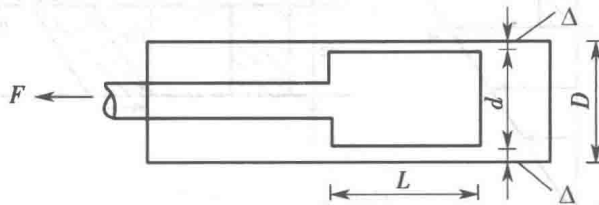

图 1-2 例题配图
**【例 1-1】** 某一油缸内的活塞直径  $d=11.96\text{ cm}$ , 油缸内径  $D=12.00\text{ cm}$ , 如图 1-2 所示, 油缸侧壁与活塞的间隙中充满润滑油, 其动力黏度  $\eta=0.065\text{ Pa}\cdot\text{s}$ ,  $l=20\text{ cm}$ 。若以力  $F=9.8\text{ N}$  推拉活塞, 问活塞的移动速度  $u$  为多少?